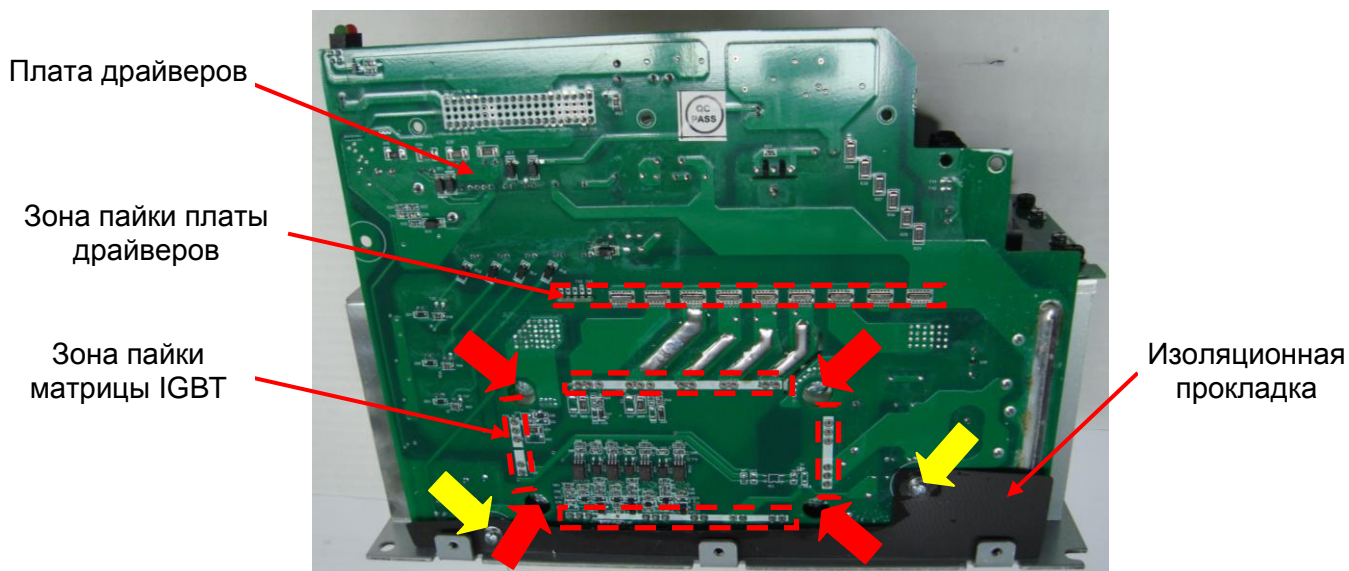

Рис. 7.4
7.3.1. Взять плату драйверов, совместить отверстия в ней с контактами матрицы IGBT и емкостной платой и установить ее на радиатор. Установить изоляционную прокладку (рис. 7.4).
7.3.2. Зафиксировать плату драйверов двумя винтами (желтые стрелки, рис. 7.4).
7.3.3. Затянуть четыре винта крепления матрицы IGBT к радиатору (красные стрелки, рис. 7.4).
7.3.4. Паять контакты матрицы IGBT и платы драйверов, зоны пайки указаны на рис. 7.4.